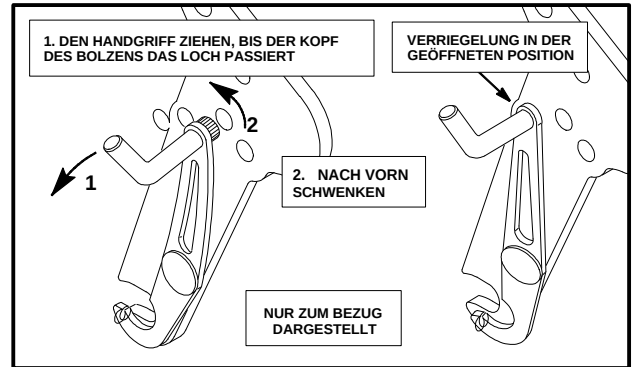

Abbildung 6
3. Vor dem Anbau der Schneidköpfe sicherstellen, daß die Verriegelungen der Zugrahmen in der geöffneten Position sind (siehe Abb. 6).